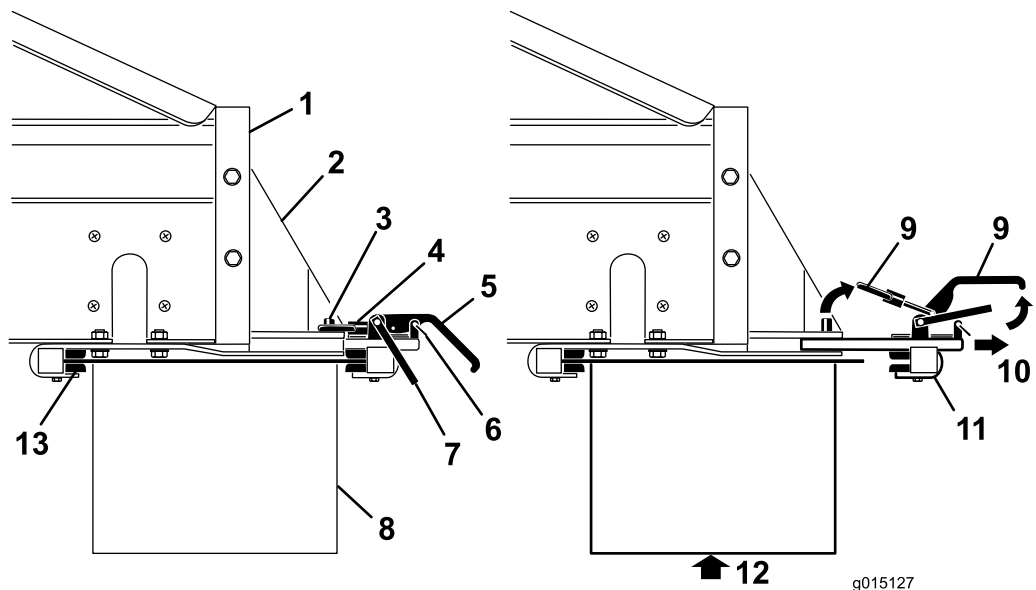

Рисунок 41
1. Снимите зажимы предохранительных защелок с рукояток хомутов (Рисунок 41).
2. Поднимите предохранительную защелку, затем поднимите рукоятки хомутов дополнительного навесного орудия и освободите стопорные кольца от стопорных штифтов (Рисунок 41).
3. Выведите задний узел хомута дополнительного навесного оборудования из пазов быстроразъемного соединения (Рисунок 41).
4. Вместе с помощником вставьте переднюю кромку двухдискового центробежного разбрасывателя вверх и под заднюю часть машины, в передние хомуты на кронштейнах (Рисунок 41).
5. Поддерживая двухдисковый центробежный разбрасыватель, сдвиньте задний узел хомута дополнительного навесного оборудования назад в пазы кронштейнов и поверх задней кромки (Рисунок 41).
7. Установите зажимы предохранительных защелок на рукоятки хомутов (Рисунок 41).